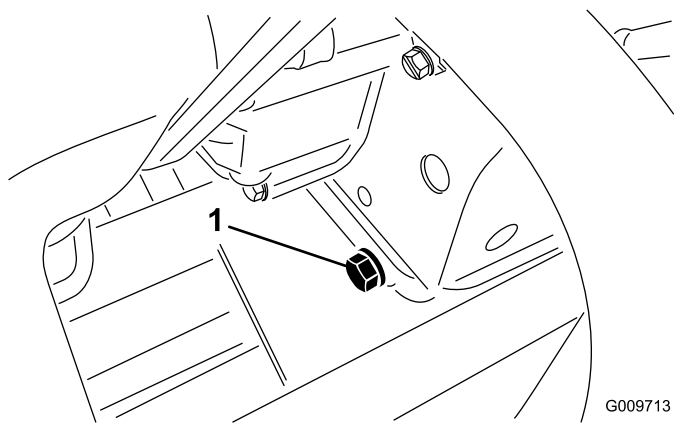

Figura 56
1. Retire el tapón de vaciado (**Figura 56**) y deje fluir el aceite a un recipiente apropiado. Cuando el aceite deje de fluir, coloque el tapón de vaciado.